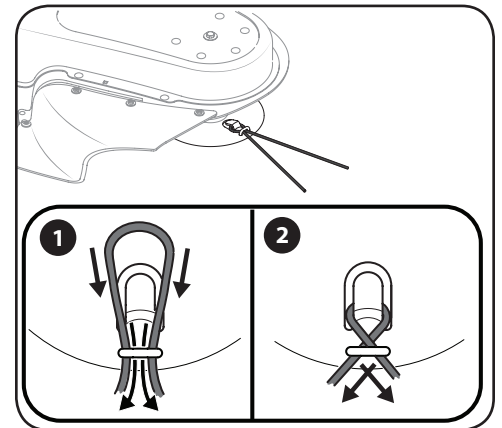

Figura 4-3
4. Cruce los extremos del hilo y tire fuerte para asegurar el hilo de recorte en su lugar. Consulte la Figura 4-3.